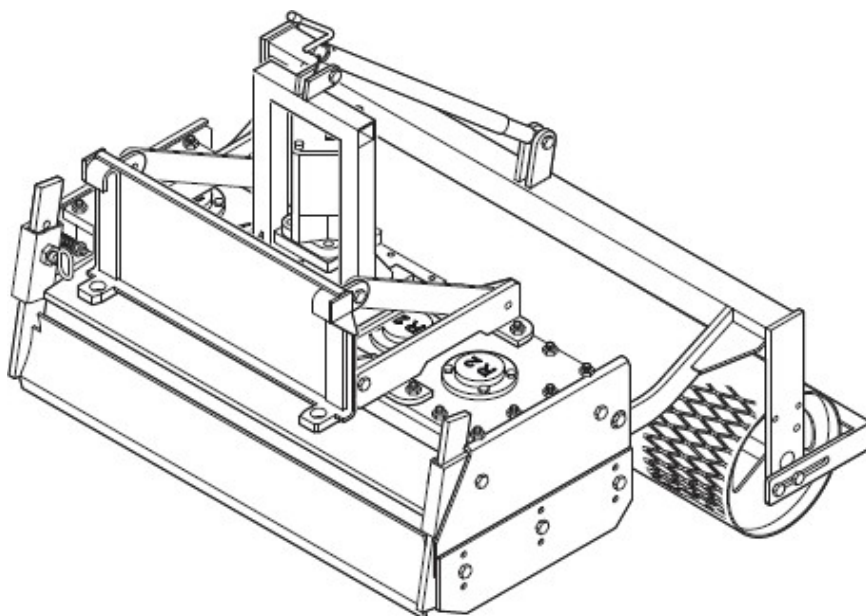

Bild 9
- 1- Demontera rullen från fräsen (Bild 9).